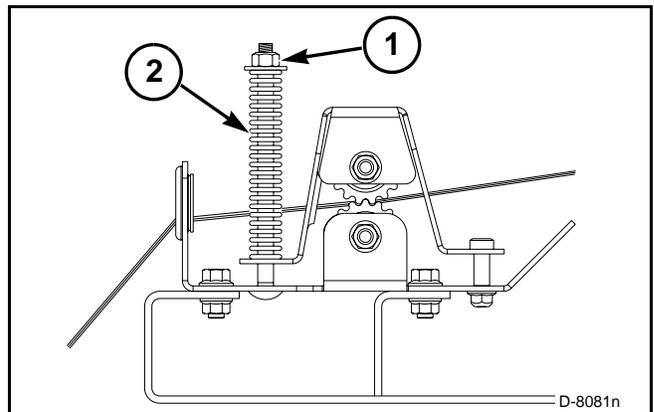

FIG. 51
FIGS. 51–52: La tensión del cordel se controla mediante el tensor de cordel superior que se muestra en la primera figura y el tensor de cordel inferior que se muestra en la segunda figura. Para aumentar la tensión del cordel, gire la tuerca de ajuste (1) hacia el resorte (2) para comprimir el resorte. Para disminuir la tensión, gire la tuerca de ajuste hacia el lado contrario al resorte. No aumente la tensión demasiado. Demasiada tensión puede ocasionar desgaste excesivo y fallas en el anudador.